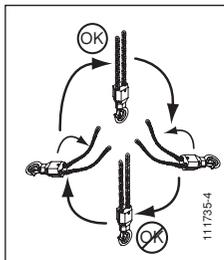

Abb. 4
- Sicherstellen, dass die Lastkette bei der Anbringung des Gerätes nicht verdreht wurde, insbesondere bei der zweisträngigen Ausführung (siehe Abb. 4).